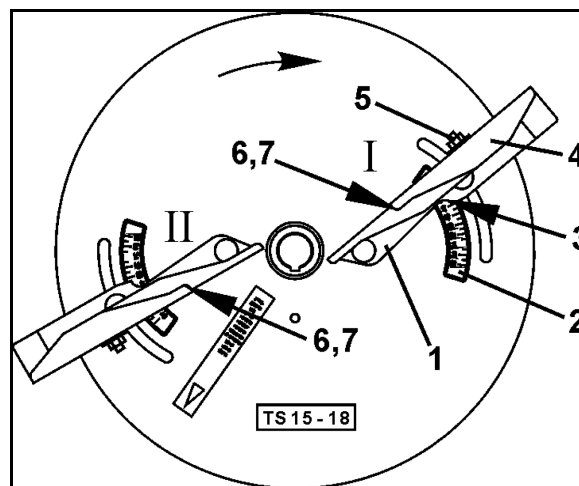

图 80
可通过伸缩叶片（图 80/1）根据撒播的肥料类型按照撒播表和田地边缘与第一道车道的距离，如下进行设置：
1. 拧开相应的翼型螺母后，将撒播盘上的伸缩叶片（图 80/1）转到刻度尺（图 80/2）区域。在读取边（图 80/3）上读取数值并重新拧紧翼型螺母。
2. 拧开螺母（图 80/5）后将叶片外段（图 80/4）设置到刻度尺（图 80/6）上较高的字母值。从读取边（图 80/7）读出叶片外段在刻度尺上的位置。